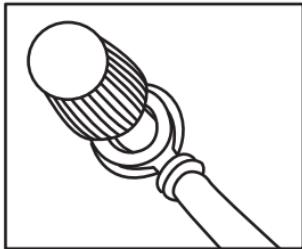

Bild 1
- Lossa den röda muttern **16** på spänningsomvandlaren **1**. För den röda öglan på kabeln med 12 V-cigarettändarkontakt **12** med öppningen över skruvanslutningen **7** (se bild 1). Se till att brickan ligger mellan öglan och muttern **16**.
- Lossa den svarta muttern **17** på spänningsomvandlaren **1**. För den svarta öglan på kabeln med 12 V-cigarettändarkontakt **12** med öppningen över skruvanslutningen **8** (se bild 1). Se till att brickan ligger mellan öglan och muttern **17**.
- Lossa den röda muttern **16** på spänningssomvandlaren **1**. För den röda öglan på kabeln med röd anslutningsklämma **10** över 12 V-skruvanslutningen **7** (se bild 1). Se till att brickan ligger mellan öglan och muttern **16**.
- Lossa den svarta muttern **17** på spänningssomvandlaren **1**. För den svarta öglan på kabeln med svart anslutningsklämma **11** över skruvanslutningen **8** (se bild 1). Se till att brickan ligger mellan öglan och muttern **17**.